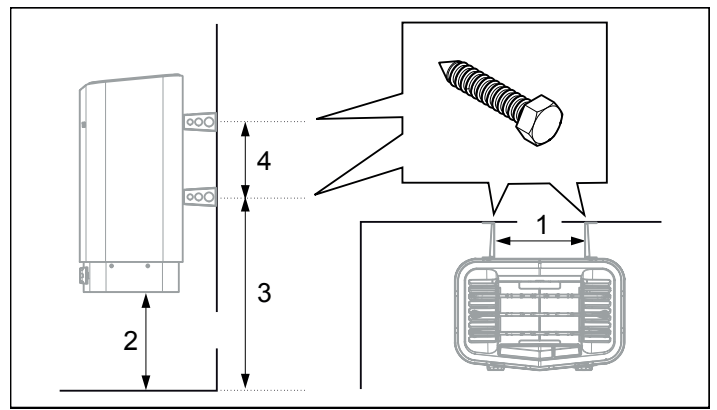

Рисунок 11: Размеры
9. Разместите винты для кронштейнов согласно указанным размерам (Рис. 11).